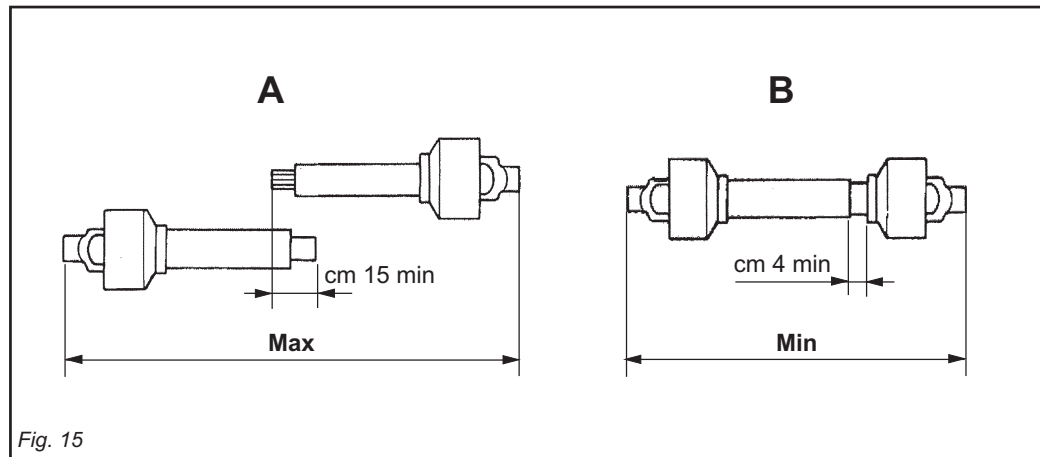

Fig. 15
- La copertura (C Fig. 14) dei tubi scorrevoli deve essere di 15 cm minimo (Fig. 15).
- *The sliding tubes (C Fig. 14) must overlap by at least 15 cm (Fig. 15).*
- La couverture (C Fig. 14) des tubes coulissants doit être au minimum de 15 mm (Fig. 15).
- *Die Überdeckung (C Abb. 14) der Gleitrohre muss mindestens 15 cm ausmachen (Abb. 15).*
- La cobertura (C Fig. 14) de los tubos corredizos debe ser como mínimo de 15 cm (Fig. 15).
Quando l'albero cardanico è sfilato al massimo, i due tubi devono sovrapporsi per almeno 15 cm. Quando esso è inserito al massimo, il gioco minimo consentito deve essere di 4 cm. (Fig. 15).
*When fully inserted, the minimum play must be 4 cm. (Fig. 15).*
Quand l'arbre à cardans est déboîté au maximum, les deux tubes doivent se superposer d'au moins 15 cm. Quand il est entièrement rentré, le jeu minimum admissible doit être de 4 cm. (Fig. 15).
*Wenn die Gelenkwelle so weit wie möglich auseinandergezogen ist, müssen die beiden Teile sich noch um wenigstens 15 cm überlappen. Wenn die beiden Teile ganz zusammengeschoben sind, muß das kleinstmögliche Spiel 4 cm ausmachen (Abb.15).*
Cuando el árbol cardánico está extraído al máximo, los dos tubos deben sobreponerse por lo menos 15 cm. Cuando está inserido al máximo, el juego mínimo permitido debe ser de 4 cm. (Fig. 15).